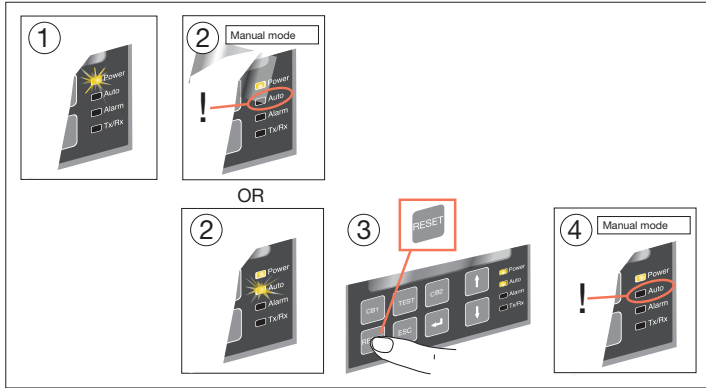

图5.2 ATS022装置进入手动模式示意图
- 确保Power LED亮，见图5.2/1。
- 如果Auto LED熄灭，见图5.2/2,则装置已处于手动模式。
- 如果Auto LED亮,按RESET按钮,见图5.2/3,Auto LED将熄灭,表示装置进入手动模式,见图5.2/4。